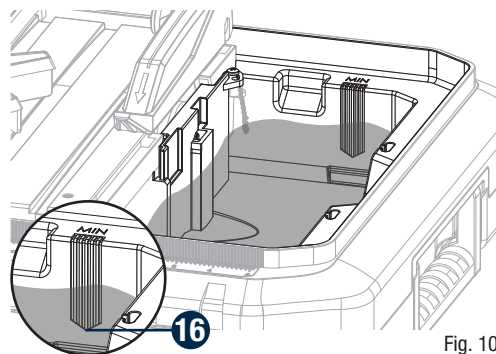

Fig. 10
**REPLIR LE RÉSERVOIR (Fig. 10)**